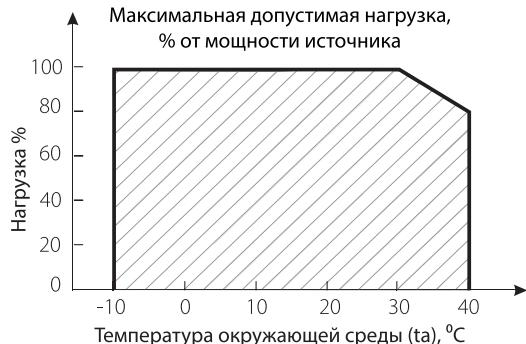

Рис.2
- 4.3. Не нагружайте источник питания более 80% от его максимальной окружающей среды, максимальная мощность источника питания снижается, см. график зависимости на Рис.2.